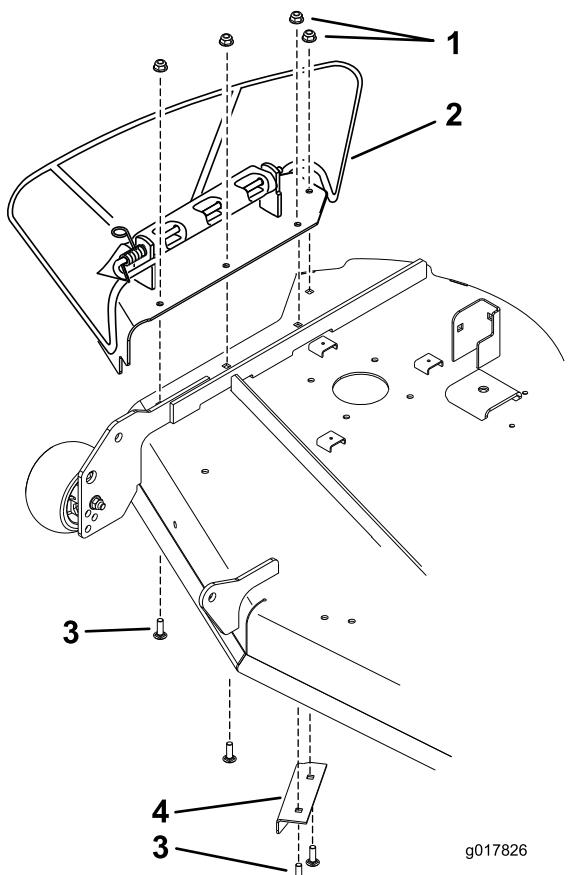

Figura 19
- Retire el conjunto de la placa que incluye el conducto de descarga lateral (Figura 19). Guarde estos herrajes y el conjunto de la placa.
- Retire el deflector existente situado debajo del lado derecho de la carcasa de corte (Figura 19). Guarde el deflector y los herrajes.